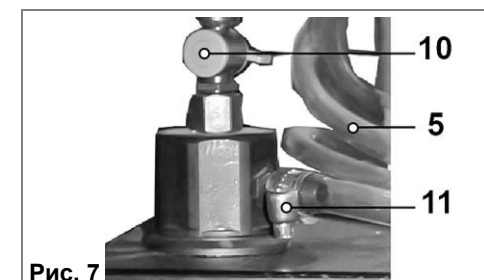

Рис. 7
5.3.2. Количество подаваемой в зону резания СОЖ (Рис. 9) регулируйте при помощи пробкового крана (10) (Рис. 7).